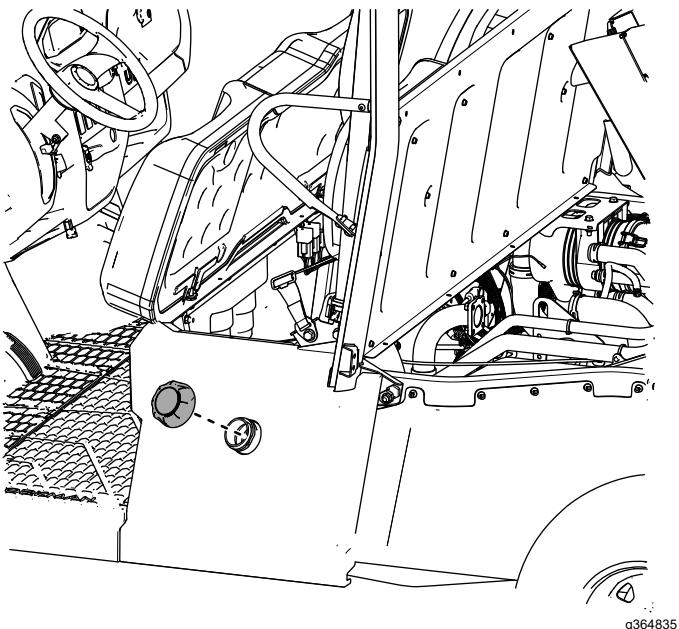

図 29
24. 左側シートベースパネルに燃料タンクキャップを取り付ける図 29。